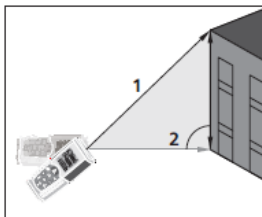

Fig. 7: Esecuzione misura Indiretta a 2 punti
3. Posizionare lo strumento nel punto più alto (1) della misura (vedere Fig. 7) e premere il tasto  per eseguire la misura. Il risultato è mostrato nel primo display parziale. Il simbolo "" è mostrato a display con lato "2" lampeggiante
4. Posizionare lo strumento nel modo più orizzontale possibile (2) della misura (vedere Fig. 7) e premere il tasto  per eseguire la misura. Il risultato è mostrato nel secondo display parziale
5. Il valore finale del risultato (ottenuto come $\sqrt{(1)^2 - (2)^2}$) è mostrato nel display risultante